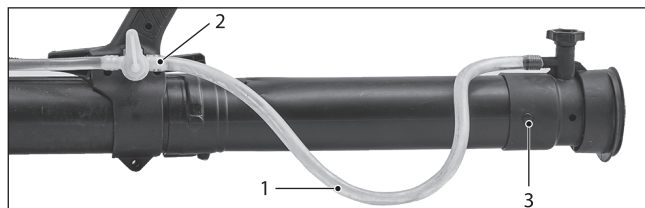

Рис. 14
8. Отключите шланг 1 (рис. 14) от крана на рукоятке 2. Снимите распылитель 3 во избежание его повреждения при работе с порошковыми и гранулированными веществами.